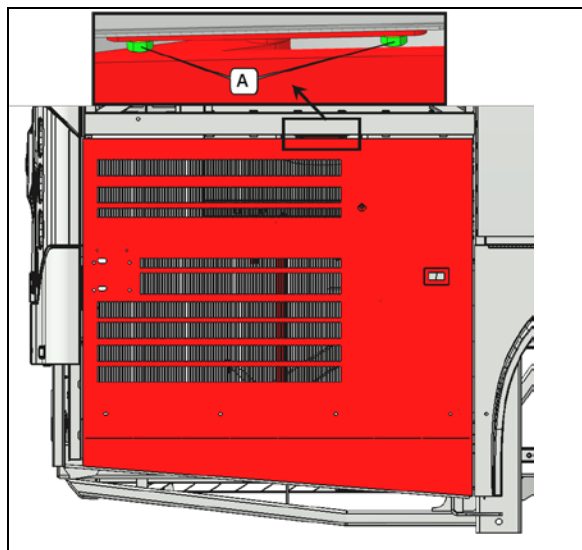

Figure 106:
2. S'assurer que les boulons A sont serrés (Figure 106:).